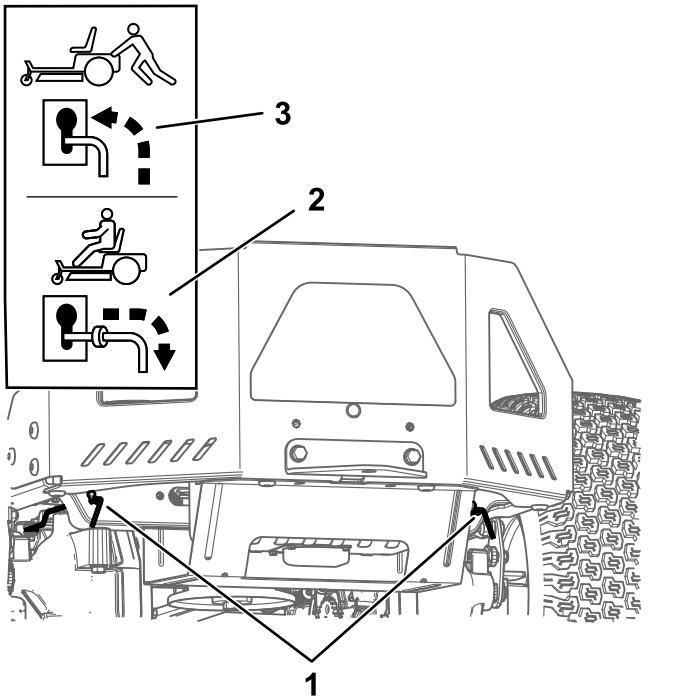

Figura 26
4. Mueva ambas palancas de desvío hacia delante a través del orificio ranurado y hacia abajo para bloquearlas en esa posición (Figura 26).